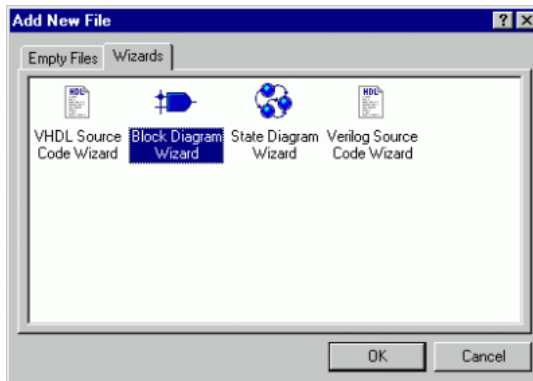

Рисунок 2.10 – Запуск майстра Block Diagram Wizard
- 2.5.1 Логічна схема є наочним документом. Тому порядок її складання є корисним для навчального проектування. Для створення логічної схеми двічі клацніть на піктограмі **Add New File** у вікні **Design Browser**. У новому вікні (рис. 2.10) оберіть спосіб опису моделі – **Block Diagram Wizard**. Модель мікрокомп'ютера буде представлена у вигляді логічної схеми. Клацніть **OK**.